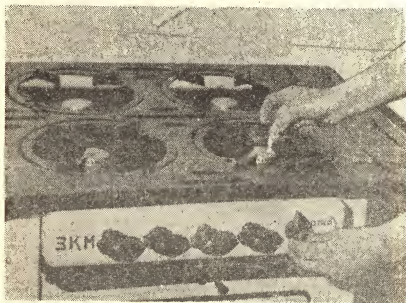

Рис. 3. Чтобы зажечь горелку, надо повернуть соответствующую ручку крана влево и одновременно поднести к горелке зажженную спичку.
3. Нажав ручку крана соответствующей горелки, повернуть ее так, чтобы указатель стал против «откр.» и поднести немедленно горящую спичку к горелке. Газ загорится, образуя при этом отдельные язычки почти бесцветного пламени, с ярко очерченными зелеными ядрами (рис. 3).